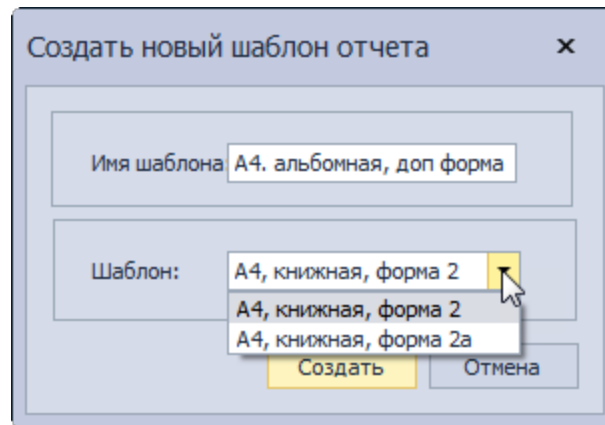

Рис. 67 Выбор шаблона
4. С помощью выпадающего списка в поле «Шаблон» выберите шаблон, который будет взят за основу при создании нового шаблона отчета, Рис. 67.